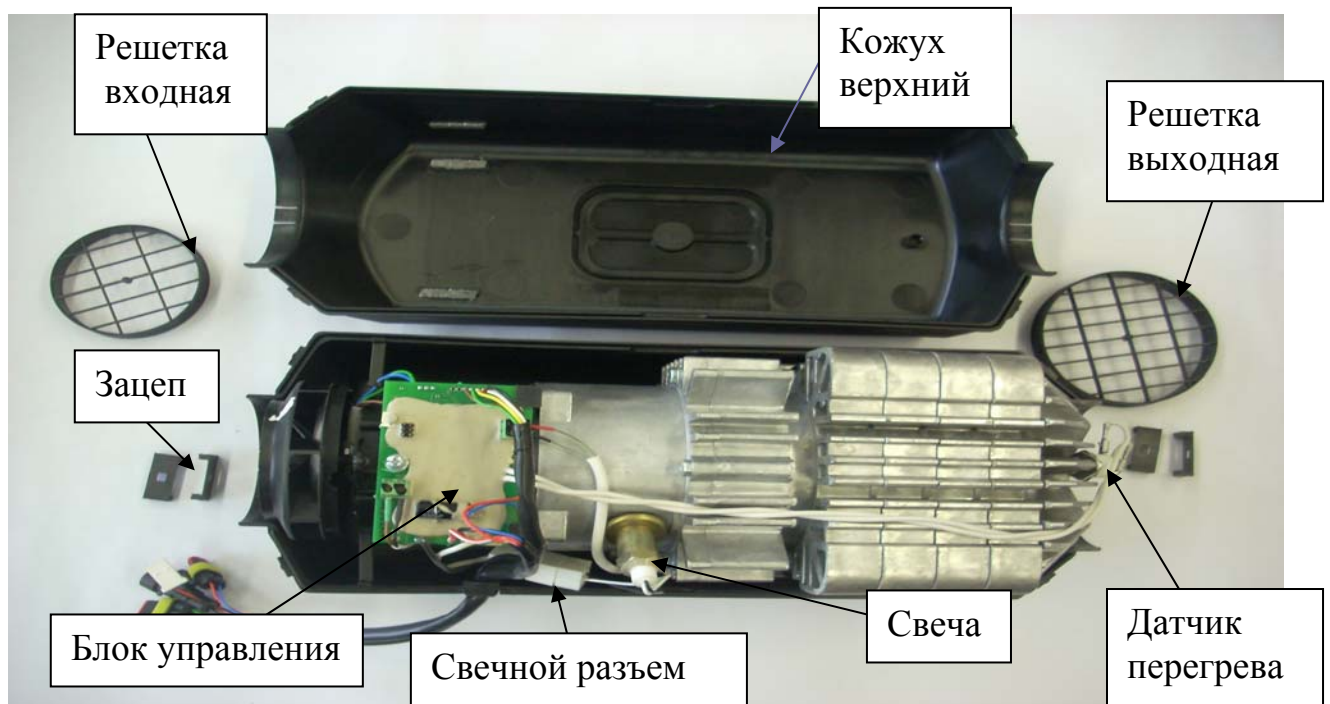

Рис.1- Нагреватель со снятыми кожухами
- разъединить свечной разъем (рис.1);
Датчик перегрева (рис.1) служит для контроля температуры нагрева теплообменника. При достижении теплообменником температуры свыше 250 °С датчик перегрева размыкает электроцепь, при этом происходит автоматическое выключение отопителя. Поводом для замены может служить отключение отопителя при температуре теплообменника ниже 250°С или по причинам, указанными в табл. 2.
- отсоединить контакты проводов от датчика перегрева и отвернуть винты крепления датчика снять датчик перегрева (рис. 1);
- вывернуть индикатор из корпуса теплообменника (рис. 1).